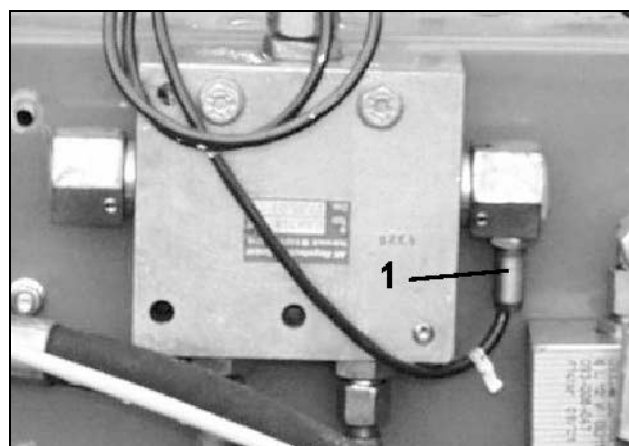

Fig. 51
- Ved såmaskiner med spormarkører kommer signalerne fra sensorerne (Fig. 51/1) ved markørskiftet.